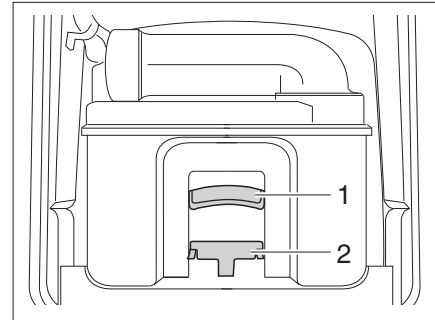

Bild 357 Thetford-Kassette
- Haltebügel (Bild 357,2) nach vorn ziehen um die Toiletten-Kassette zu entriegeln und Kassette am Griff (Bild 357,1) herausziehen.